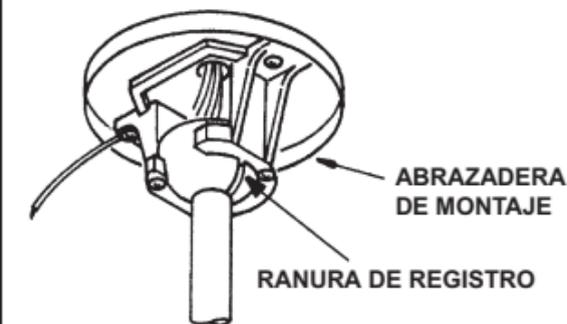

Fig.12
Paso 9. (Fig. 12) Levante el ensamblaje del motor y coloque la esfera de soporte dentro de la abrazadera de montaje. Gire el ensamblaje del motor hasta que la ranura de la esfera de montaje sienta sobre la astra de la abrazadera de montaje.